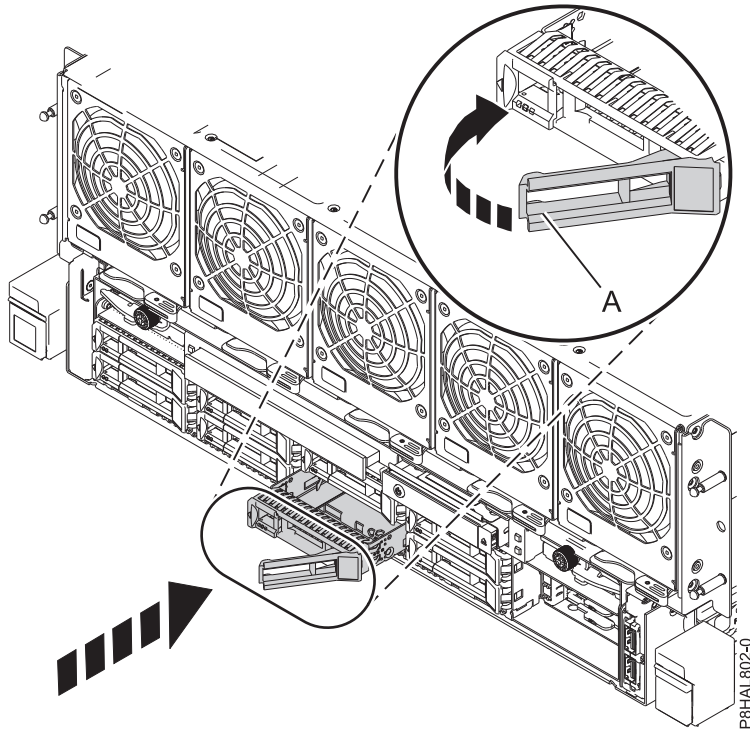

Figura 3. Instalación de una unidad de disco en un sistema 8408-44E o 8408-E8E
3. Desbloquee el asa de la bahía de unidad (A) ejerciendo presión y tirando de ella hacia usted. Si el asa no está extendida del todo, la unidad no entra en el sistema. Consulte la Figura 3 en la página 6.
5. Deslice la unidad hasta el fondo del sistema y empuje el asa de la bahía de unidad (A) hasta que quede encajada, como se muestra en Figura 3 en la página 6.